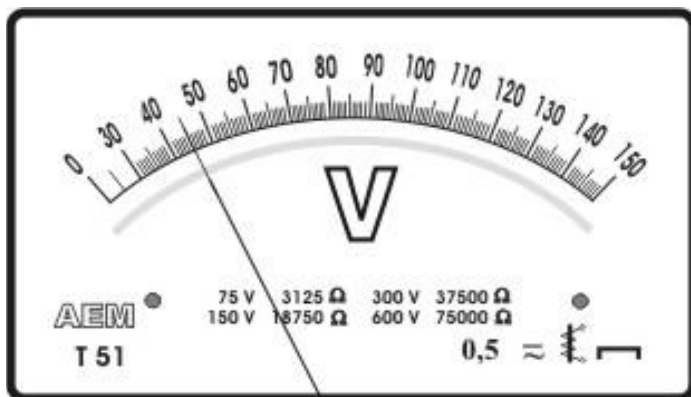

Fig. 1
- a) precizați semnificația simbolurilor de pe cadranul aparatului analogic din fig.1; *20p*